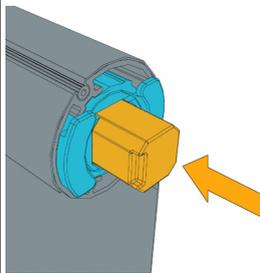
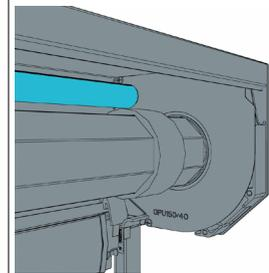

Abb. 22. Der vorgespannte Teil des Gegenlagers
Abb. 23. Montage von dem rechten Teil der Welle mit IS-Gitter
- Den rechten Teil der Welle montieren und dabei auf den herausragenden vorgespannten Teil des Gegenlagers **M-OP** so drücken (Abb. 22), dass das Gegenlager in die Öffnung der Insektenschutz-Aufnahme **M-BR-R** bzw. ins Abweisblech **GPU** einführen, bis es einrastet (Abb. 23);